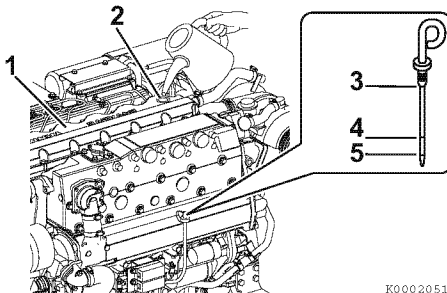

Figura 5
2. Estrarre l'astina (3, **Figura 5**) e pulire con un panno pulito.
4. Estrarre l'astina di controllo. Controllare che il livello dell'olio sia compreso tra la tacca in alto (4, **Figura 5**) e quella inferiore (5, **Figura 5**) riportate sull'astina.
1. Rimuovere il tappo giallo del bocchettone di rifornimento dell'olio (2, **Figura 5**) situato sulla parte superiore del bilanciere (1, **Figura 5**) e rabboccare l'olio motore.
2. Riempire fino al livello superiore (4, **Figura 5**) dell'astina di controllo (3, **Figura 5**). Inserire l'astina fino in fondo per controllare il livello.
- “Pieno” indica la quantità di olio al limite superiore (4, **Figura 5**) sull'astina.
- “Effettivo” rappresenta la differenza tra la quantità di olio corrispondente al limite superiore e quella al limite inferiore (5, **Figura 5**).
3. Stringere a mano il tappo del bocchettone di rifornimento (2, **Figura 5**) in maniera salda.